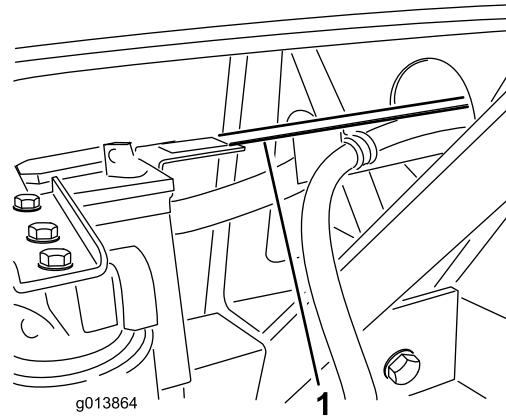

図 10
33. ホースガイドが、バッテリートレイの垂直の足から出ているタブの上に載るようにする（図 10）。もしホースガイドの中のホースがバッテリートレイのタブの穴に合わない場合には、ホースガイドの長さを調整してみる（ホースガイドを油圧タンクのブラケットに固定しているボルトをゆるめて、ホースガイドを前後に移動させる）。
34. ボルト（1/4 x 3/4 in）、フランジロックナット各2を使って、ホースガイドをバッテリートレイのタブに取り付ける（図 10）。